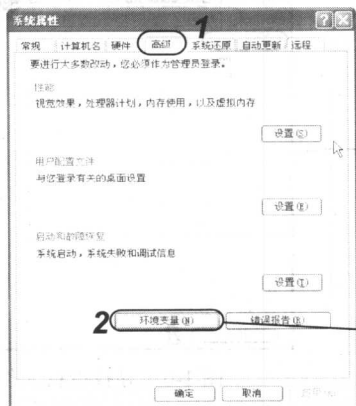

图 1-1 修改系统属性
(1) 选择“我的电脑/控制面板/系统/高级”命令, 打开“系统属性”对话框, 如图 1-1 所示。